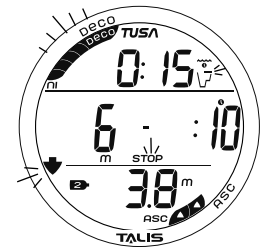

Abb. 66 - DV1-HAUPTDISPLAY
**DV1-Hauptdisplay,** Informationen beinhalten (Abb. 66):